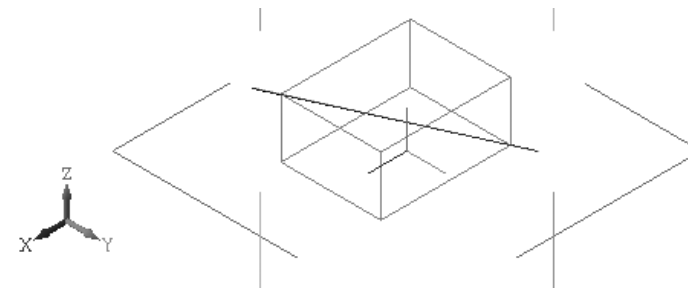

Рис. 8.164. Пример возможного положения фантома оси через две вершины
- переместите указатель мыши на вторую вершину и, когда рядом с курсором появится условное изображение вершины (в виде «звездочки») – , щелкните левой кнопкой мыши. Появится фантом оси через две вершины. Пример возможного положения фантома оси через две вершины трехмерной детали показан на рис. 8.164;